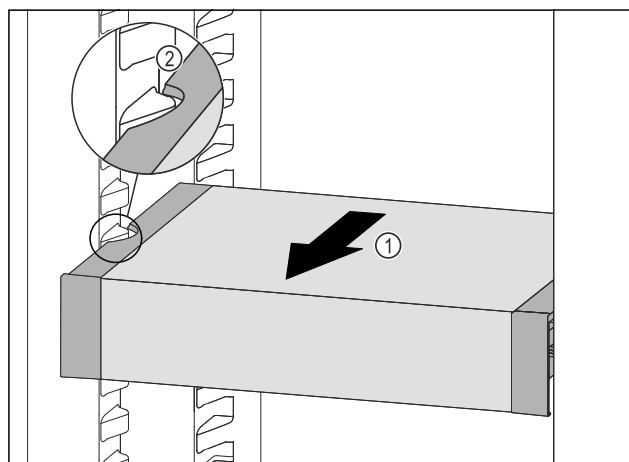

Fig. 98
- VarioSafe naar voren trekken Fig. 98 (1), tot de uitsparingen aan de zijkant van de VarioSafe zich ter hoogte van de rib in het koelgedeelte bevinden. Fig. 98 (2)